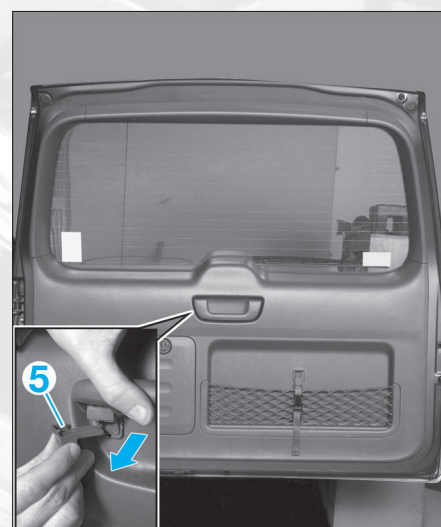

FIG. 67
- Déposer les caches (5) (Fig.67) de la poignée intérieure.